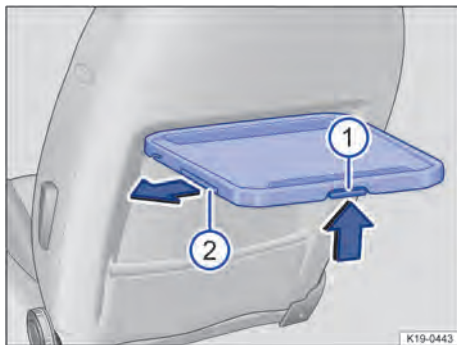

Fig. 176 No banco dianteiro esquerdo: mesa rebatível com porta-copos.
- *Rebater para dentro*: manter a alavanca de travamento → Fig. 176(1) pressionada para cima e empurrar a mesa rebatível o mais para baixo possível.
- *Ajustar*: manter a alavanca de travamento → Fig. 176(1) pressionada para cima e ajustar a inclinação desejada.
Com a mesa rebatível aberta, puxar e retirar o porta-copos → Fig. 176(2) na direção da seta.